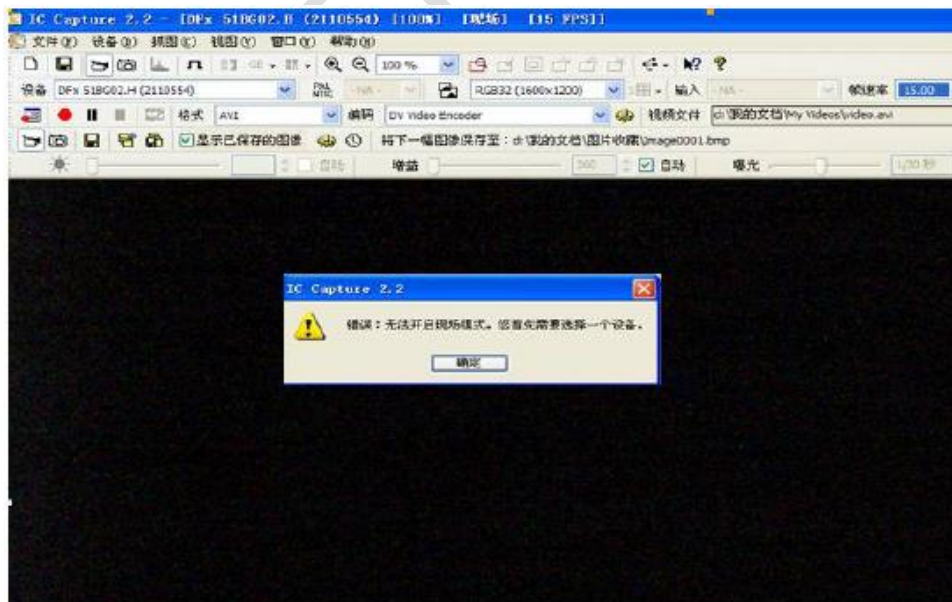

图 3 IP 地址错误提示
2、双击 `Ic_capture_2.2`，按提示安装 ICCapture。安装成功，使用 ICCapture 打开相机，由于 IP 地址不正确，此时很可能会出现如图 3 所示错误提示。